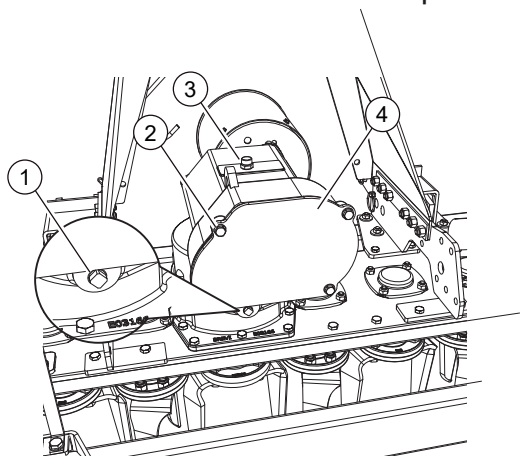

FIG. 36
- Destornillar los pernos (2, "Fig. 36"). Quitar la tapa (4).
Para controlar el nivel de aceite en la caja de cambio desenroscar el tapón con la varilla (3, "Fig. 36"). Controlar el nivel con la escala de la varilla. Si es necesario añadir hasta llegar a nivel.